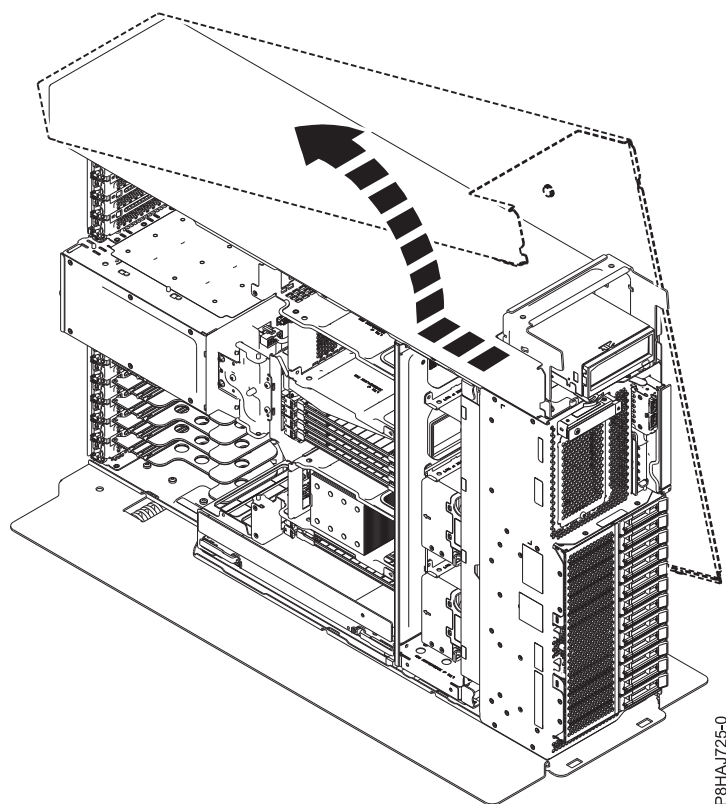

Figura 11. Remover a tampa lateral do 8286-41A
5. Deslize a tampa lateral do sistema na direcção que é apresentada na Figura 11.